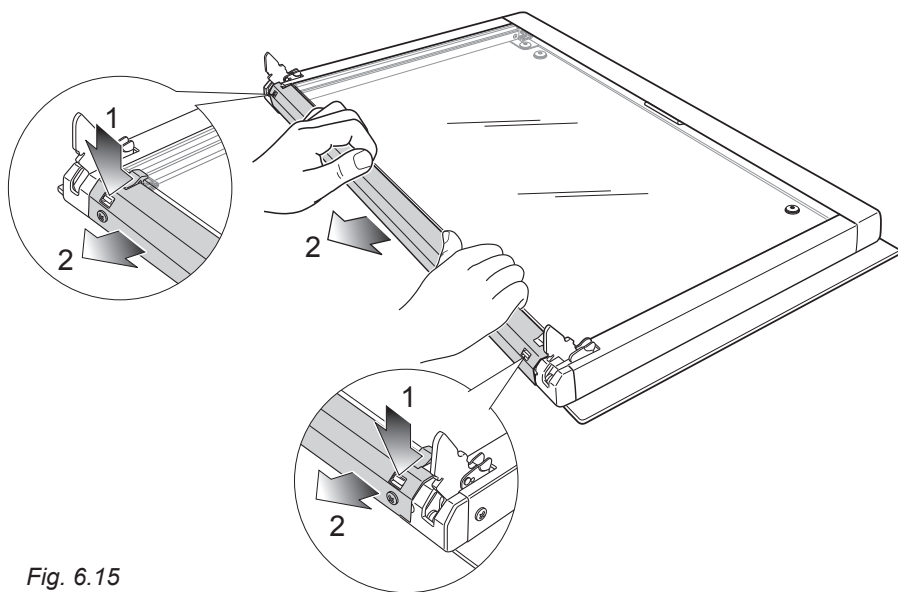

Fig. 6.15
**IMPORTANTE:** La porta del forno deve essere appoggiata in posizione orizzontale come illustrato in fig. 6.15.